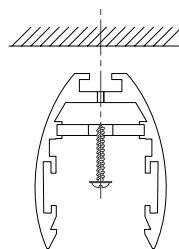

Рис. 2. Установка шинопровода на поверхность
- 3.1. Закрепите шинопровод на поверхности винтами из комплекта поставки (рис. 2).